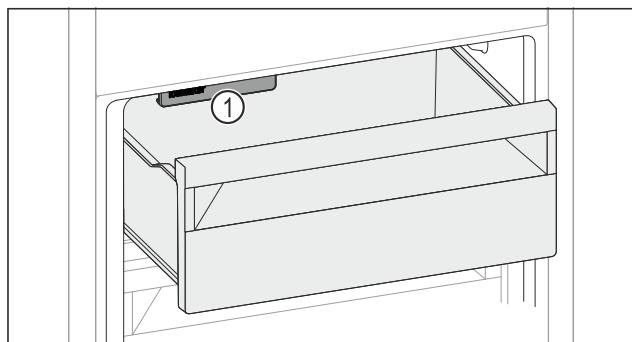

Fig. 162
- Prihladijte na IceMaker Fig. 162 (1).